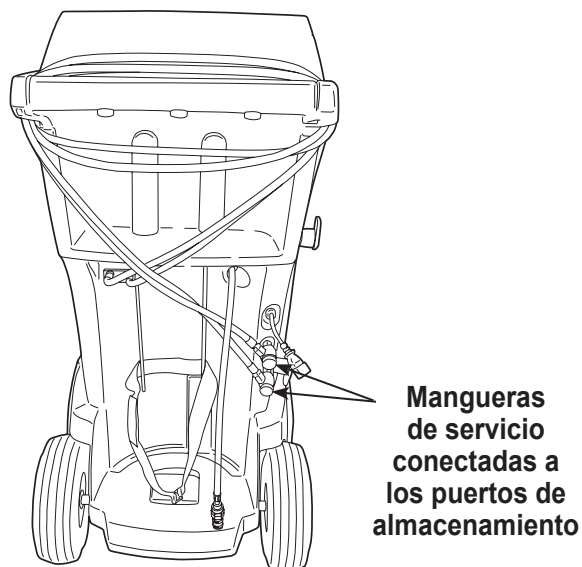

Figura 2
1. Cuando se le indique, conecte las mangueras de servicio de la máquina a sus puertos de almacenamiento como se muestra en la Figura 2.